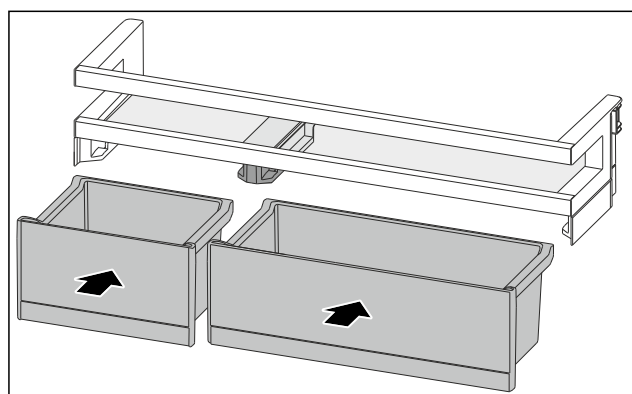

Fig. 129
- ▶ 排列互换后装入 VarioBox。（参见 Fig. 129）